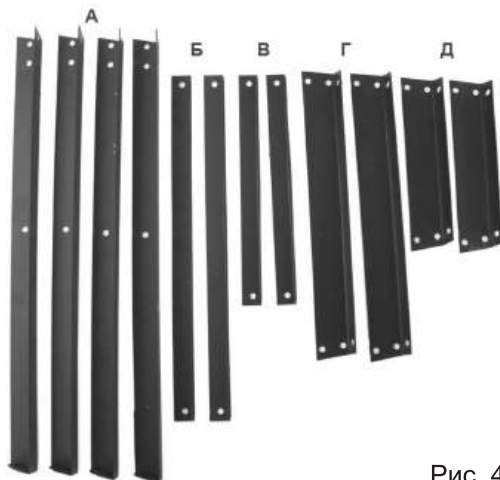

Рис. 4
- Перед началом сборки, проверьте наличия всех крепёжных деталей (рис. 4).